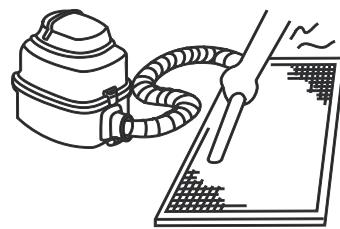

Figura 14.3
- In caso di utilizzo di aspirapolvere, il lato di aspirazione dell'aria deve essere rivolto verso l'alto (fare riferimento alla Figura 14.3).